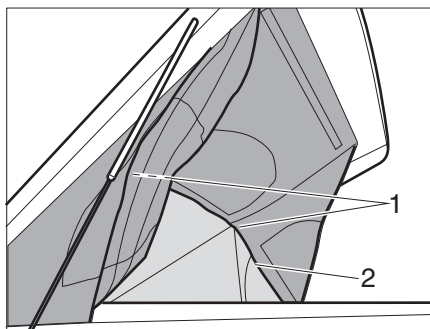

Figura 22 Función panorámica
- Abra la cremallera (Figura 22,2) alrededor del techo elevable.
- Fije las paredes laterales y la pared frontal con cierre de velcro (Figura 22,1) a la parte superior del techo elevable.